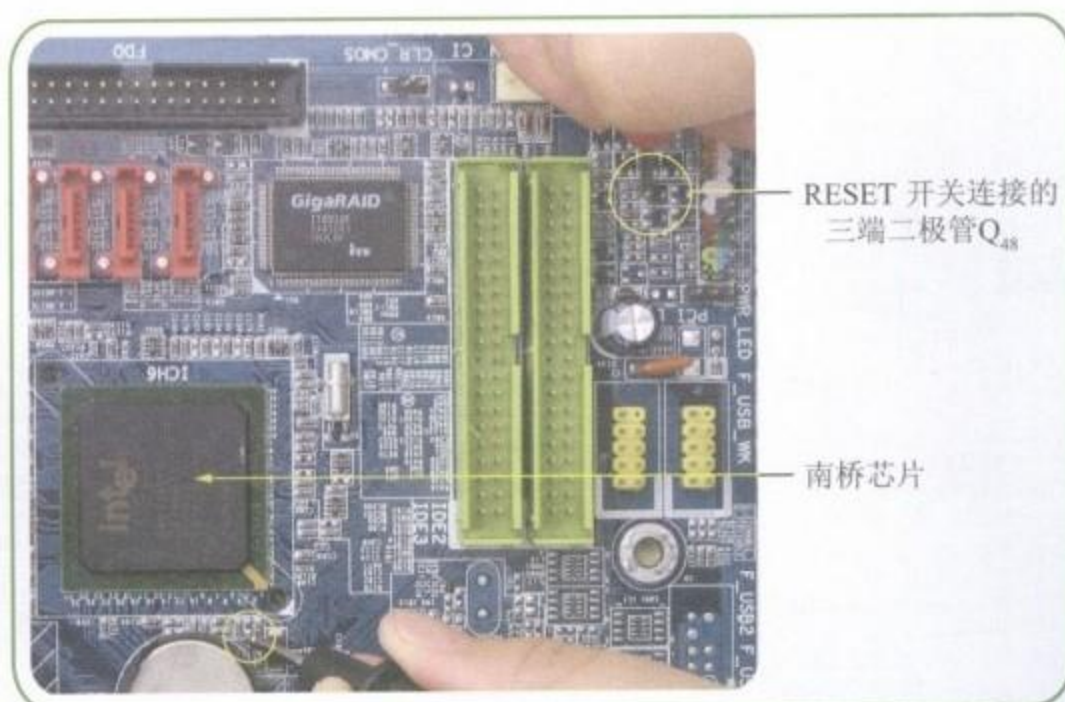

图10-10 三端二极管第2脚到南桥的线路
Step 05 测量三端二极管 Q_{48} 的第2脚到南桥的线路，如图10-10所示。